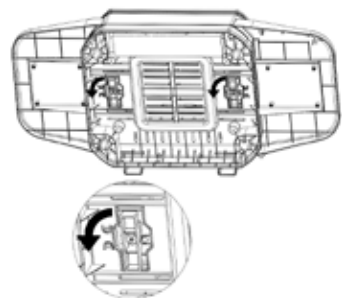

rys. 5
8. Ustawić teraz obudowę grilla [9] na podstawie grilla [11] o obrócić obydwie blokady na spodzie przeciwnie do ruchu wskazówek zegara. Obudowa grilla i podstawa grilla są teraz połączone ze sobą (rys. 5, 6 i 7).